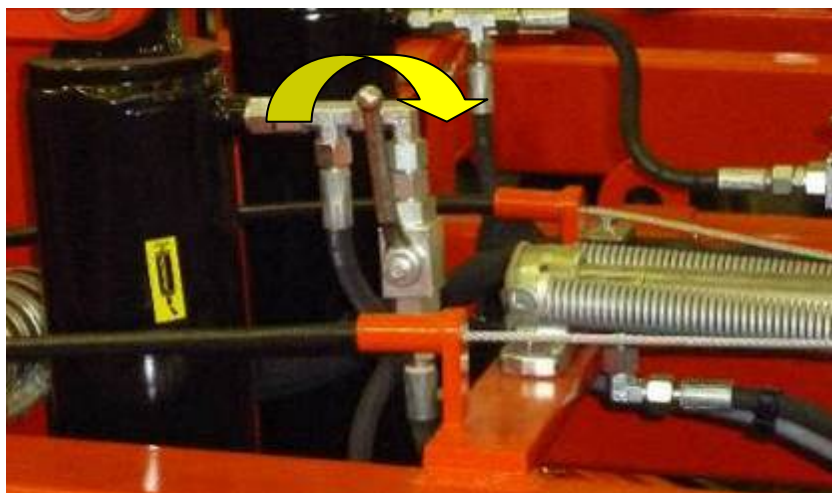

Рисунок 14.
- Закрыть кран подачи гидравлики к гидроцилиндрам подъема и опускания опорных колес (рис. 14).